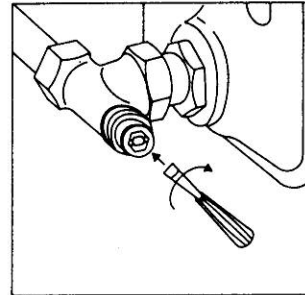

Bild 3
- 1.4 Zuletzt Hohlschraube mit Schraubendreher durch Rechtsdrehen bis zum Anschlag schrauben (Bild 3, nur „Combi 4 und C“).
Wichtig: Bei nachträglicher Veränderung der Voreinstellung sollte erst mit dem Schraubendreher (Bild 3) durch kurze Linksdrehung die Hohlschraube gelöst werden. Dann Änderung der Voreinstellung mit dem Sechskantschlüssel SW 4 (1).